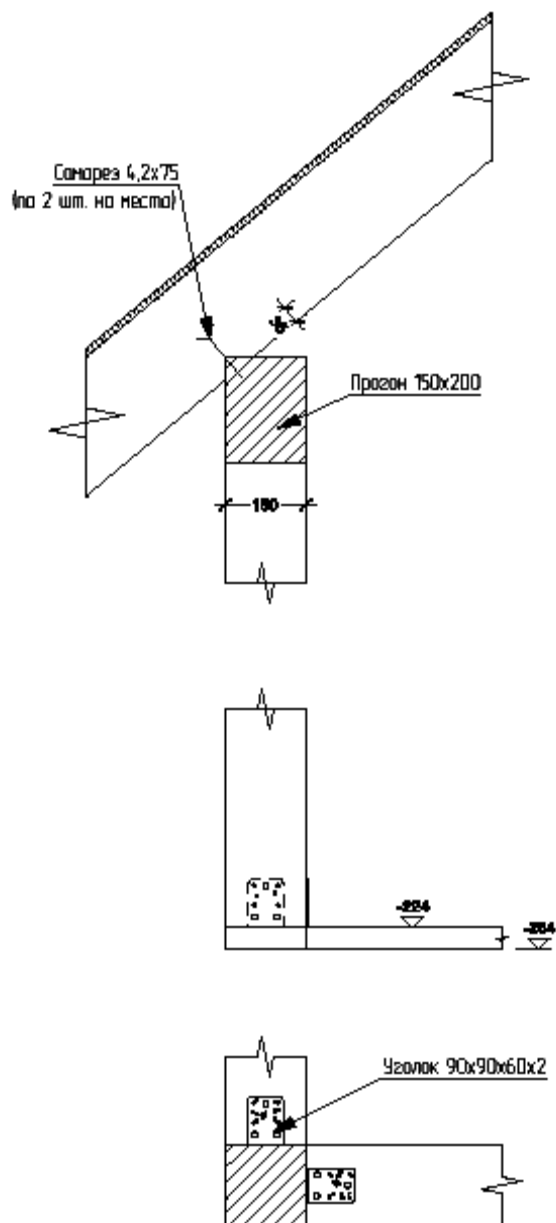
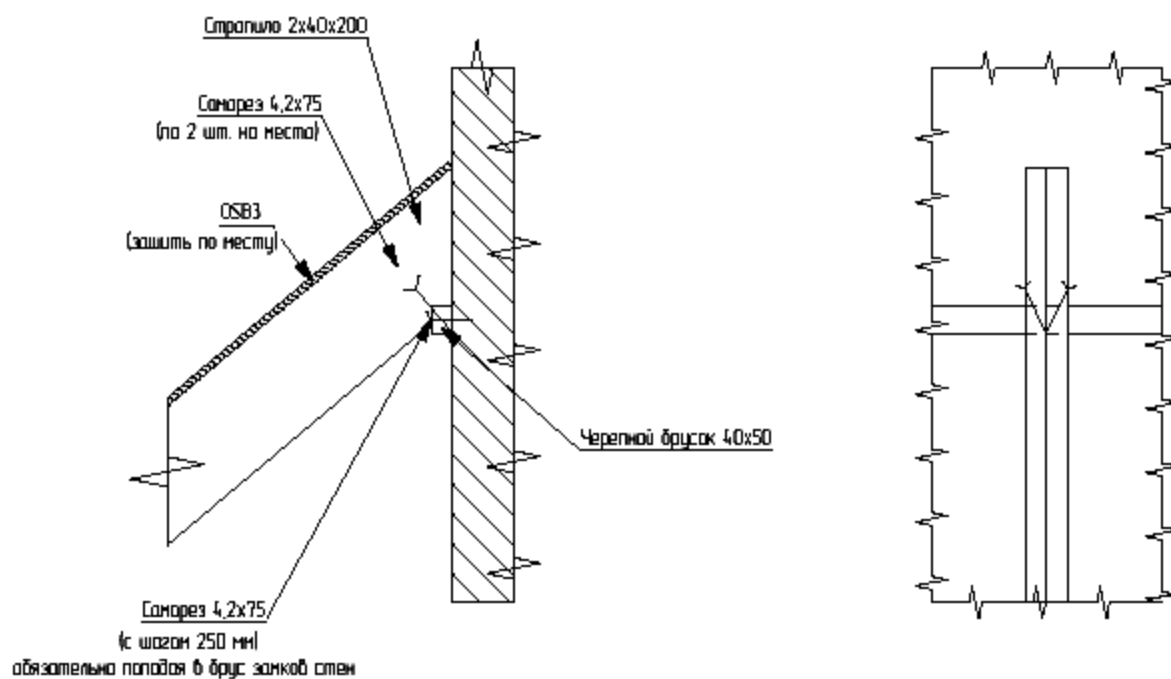

Рис. 23: Устройство крепления стойки и прогона навеса крыльца.
Рис. 24: Устройство опирания стропил навеса крыльца.
21. Если в доме запроектировано крыльцо с навесом, его устройство должно соответствовать Рис. 23 и Рис. 24.